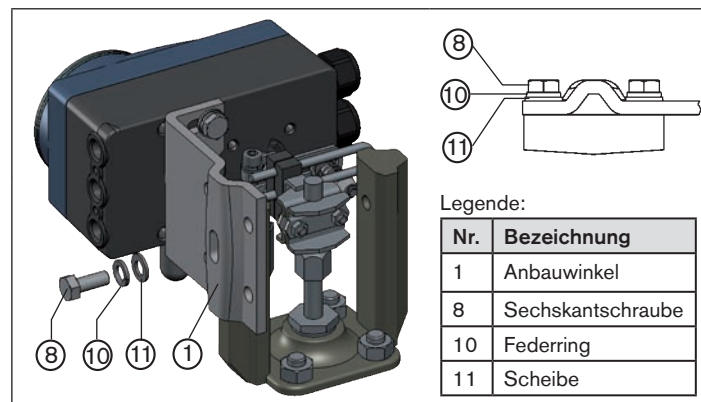

Bild 9: Positioner mit Anbauwinkel befestigen; bei Antrieben mit Gussrahmen
→ Anbauwinkel mit einer oder mehreren Sechskantschrauben ⑧, Scheiben ⑪ und Federringen ⑩ am Gussrahmen befestigen (siehe „Bild 9“).